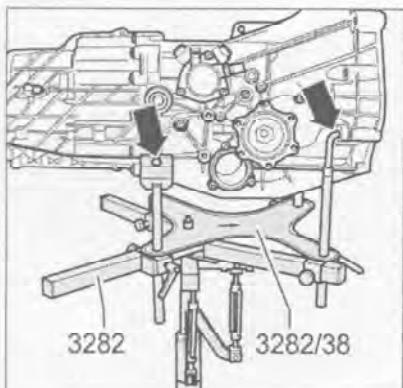

Рис. 7.341. Закрепите вертикальные элементы (стрелки) на правой стороне коробки передач.
23. Закрепите вертикальные элементы (стрелки) на правой стороне коробки передач (рис. 7.341).